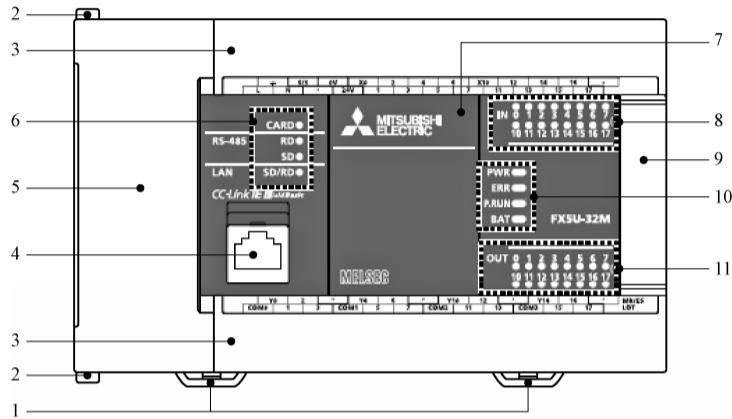

图 1-4-4 FX5UCPU 模块的正面结构
(1) FX5UCPU 模块的正面结构如图 1-4-4 所示。